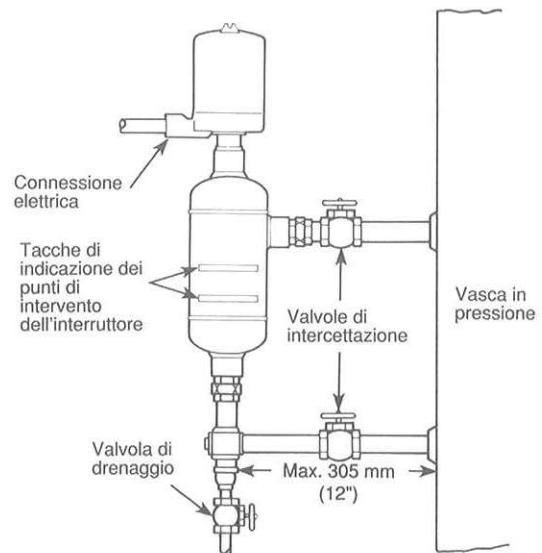

Figura 3
La **Figura 3** mostra una tipica installazione delle tubazioni di un interruttore Magnetrol Serie 75 in una vasca in pressione. Le tacche sullo strumento identificano i punti di intervento ad un peso specifico minimo per uno strumento con tre interruttori. Per i punti di intervento a pesi specifici diversi per uno strumento dotato di interruttore, fare riferimento ai grafici dei "Punti di intervento" a pag. 7.
a. Chiudere le valvole di intercettazione (se in dotazione) per isolare l'interruttore dal serbatoio. Drenare il liquido dal corpo del galleggiante. Vedere Figura 3 a pag. 3.